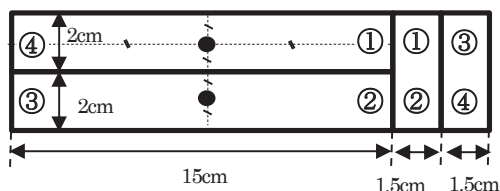

図1 型紙
- (1)画用紙を図1の型紙のとおり実線に沿って4つのパーツに切ります。
- (2)画びょうで黒丸のところに穴をあけます。
- (3)(1)で切り取った4つのパーツの端を、図1の同じ番号を重ねて順番にステープラーで止めます（図2）。